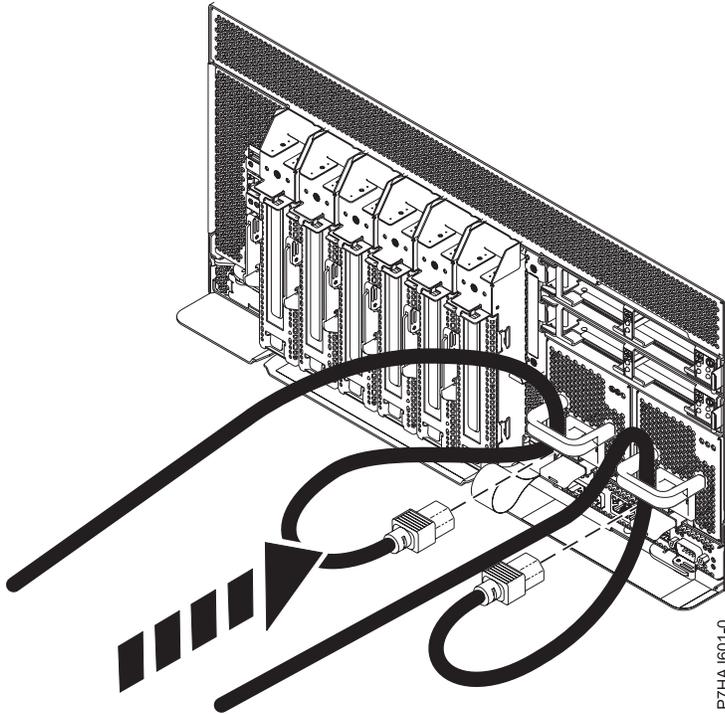

Figura 24. Conexión de los cables de alimentación
2. Vuelva a conectar el cable de alimentación a la unidad del sistema, como se muestra en la Figura 24 en la página 40. Asegúrese de pasar los cables por las asas.